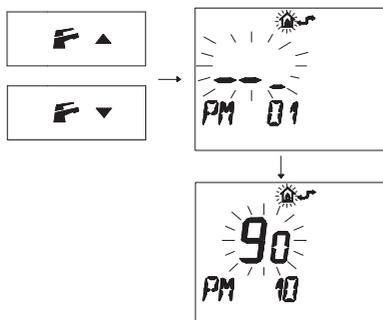

Figura 5.99
- Premere i pulsanti **F**▲ o **F**▼ per visualizzare la programmazione "PM10" selezione della frequenza di accensione (Figura 5.99).
Nella Figura 5.99 si visualizza un SET programmato di **90** corrispondente ad un tempo di riaccensione di 3 minuti circa.